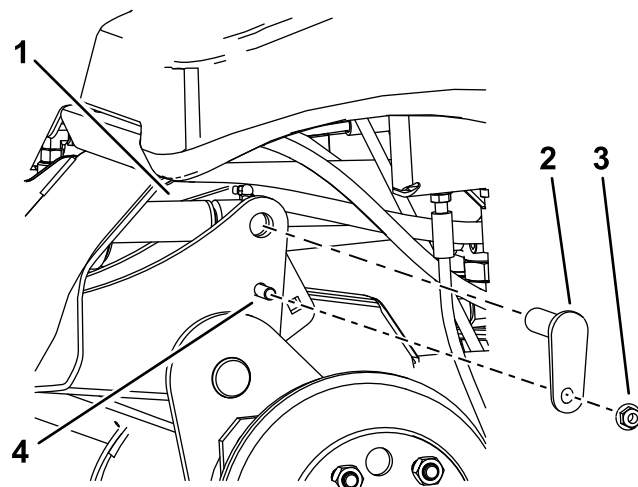

Figure 9
- C. À l'aide d'un pointeau, alignez les trous des tiges de vérin et les trous des bras de levage (Figure 9).
- D. Avec 2 boulons (3/8" x 1 1/4"), 2 écrous (3/8") et 2 petits axes, fixez les bras de levage aux vérins (Figure 9).